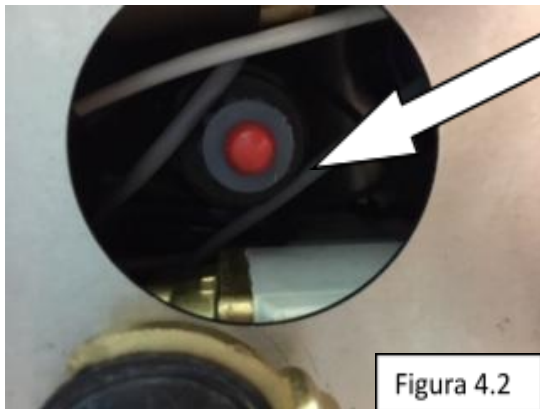

Figura 4.2
Paso 1: Desenrosque la tapa negra de la bomba y retire el tapón rojo (véase la flecha de la figura 4.2). No suelte el tapón negro.